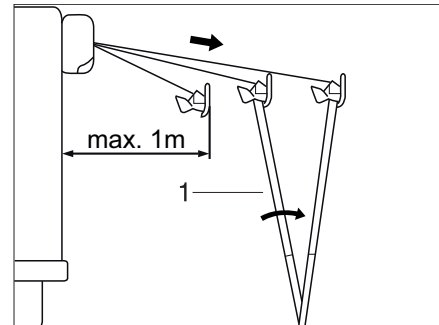

Bild 37 Markise aufstellen
- Stützfüße (Bild 37,1) ausklappen und auf den Boden stellen.